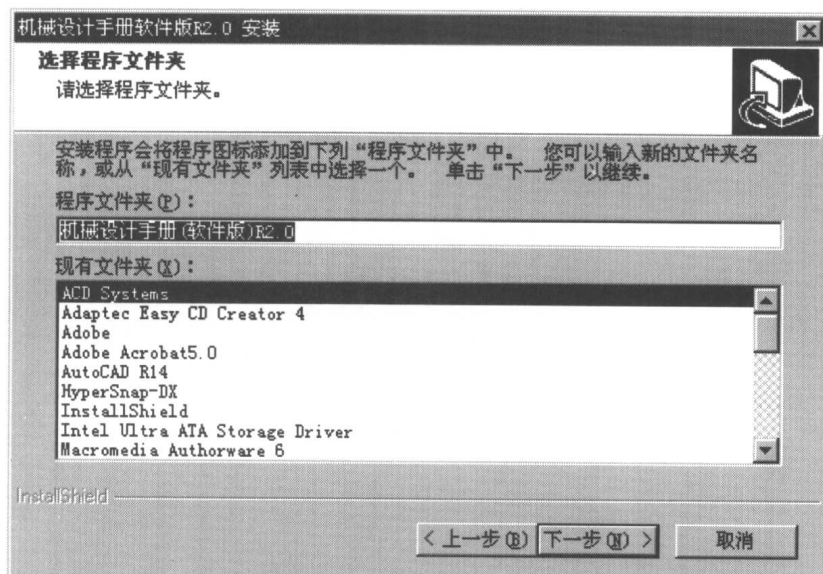

图 1.7 选择程序文件夹界面
7) 单击“下一步”按钮，出现选择程序文件夹界面（图 1.7），您可以输入新的文件夹名，或从现有文件夹列表选择一个，单击“下一步”按钮继续进行后续安装。